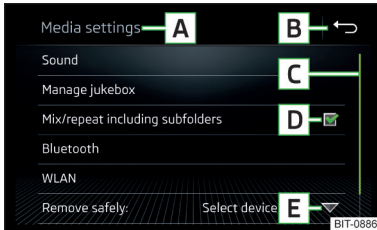

Abb. 182
**Beschreibung der Bildschirmanzeige » Abb. 182**